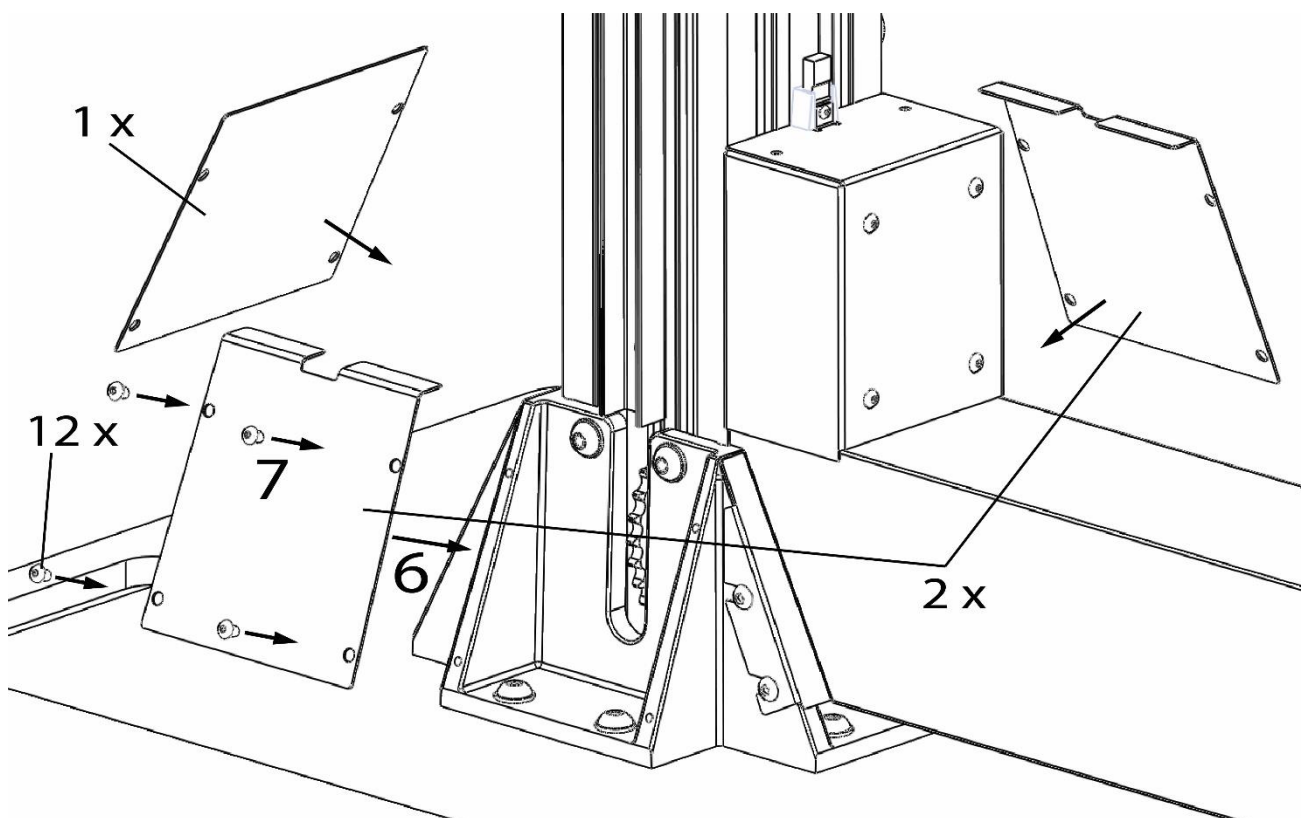

Figure 6 : Prise d'alimentation supérieure et support d'alimentation
10. Installez les couvercles avant/arrière et latéral avec les vis M4 incluses (**figure 6**).